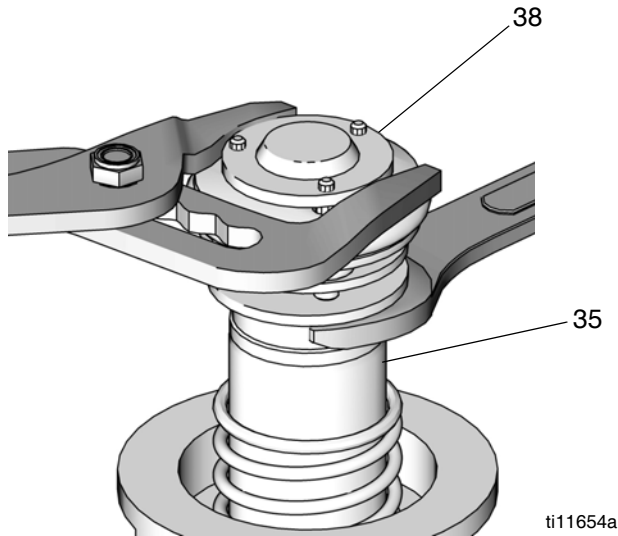
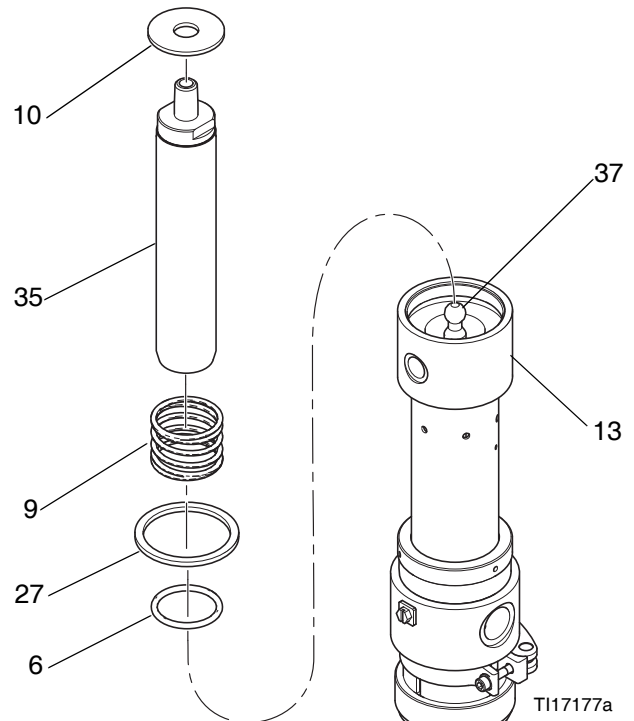

図 11
図 13
- エアバルブピストン (38) の上部プレートに対してペンチを、ピストンロッド (35) に対してはレンチを使って、エアバルブピストンをピストンロッドから外します。図 11 を参照してください。
- ワッシャ (10)、下部スプリング (9)、そして取り付け金具 (27) を外します。摩耗したり損傷していないか点検して、必要に応じて交換します。図 13 を参照してください。
- O リング (6) を再び取り付けます。ピストンロッド (35) をポンプコネクティングロッド (37) に再接続します。図 13 を参照してください。
- 取り付け金具 (11)、スプリング (9)、そしてワッシャ (10) を再び取り付けます。ピストン (38) を再び組み立てます。ネジシーラントをピストンロッド (35) のネジ部に注入し、ピストン (38) を慎重に回しながらロッドに差し込みます。図 11 および 図 13 を参照してください。